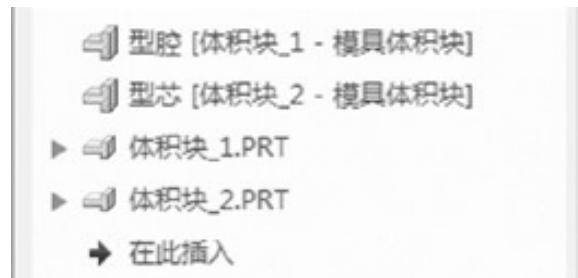

图2-29 添加“体积块_1”和“体积块_2”
Step 02 在“创建模具元件”对话框中单击“选择所有体积块”按钮 \blacksquare ，再单击“确定”按钮，在“模型树”中添加“体积块_1”和“体积块_2”两个体积块，如图2-29所示。